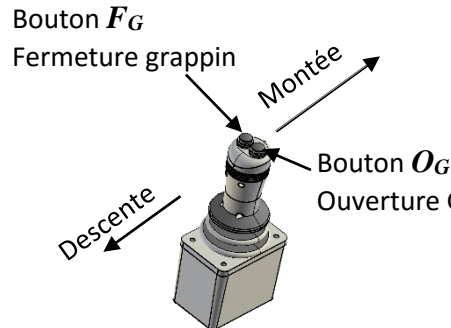
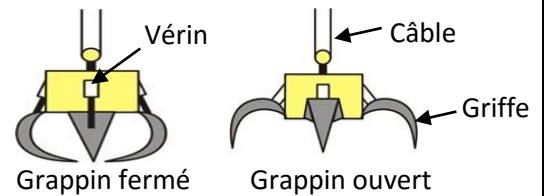

Fig. 11 : Joystick J2 à un seul axe
Fig. 12 : Grappin
Les déplacements du pont et du chariot ainsi que la descente et la montée du grappin sont effectués par l'opérateur grâce à deux « joysticks industriels J1 et J2 » ou manettes Fig. 9, Fig. 10 et Fig. 11.
- Un joystick de type à effet Hall à un seul axe **Fig. 11** commande le déplacement du grappin suivant l'axe **Z** (montée et descente du grappin). Ce joystick est muni de deux boutons poussoirs **F_G** et **O_G** qui commandent la fermeture et l'ouverture du grappin **Fig. 12** : L'action sur **F_G** ferme le grappin et l'action sur **O_G** l'ouvre.